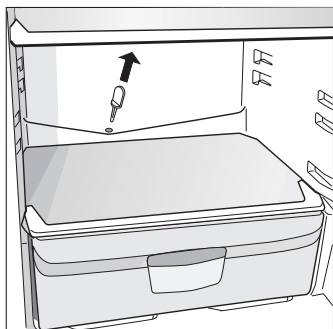

Fig. 3
Cet appareil est à dégivrage automatique, l'eau est acheminée vers l'arrière par un conduit spécial (fig. 3) où la chaleur produite par le compresseur la fait évaporer. Vous n'avez qu'une opération à faire périodiquement: nettoyer le trou d'évacuation qui se trouve derrière les bac à légumes afin que l'eau puisse s'écouler normalement.
- le trou d'évacuation de l'eau de dégivrage est bouché (voir fig. 3).